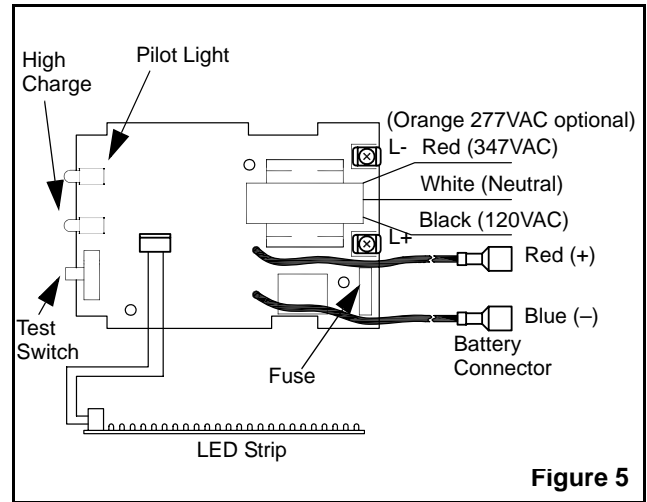

Figure 5
5. Make the proper connections: the unit accepts an input voltages of 120 and 347 VAC. **For 120VAC operations:** connect the black wire to AC line voltage (120VAC) and the white wire to neutral. **For 347VAC operations:** connect the red wire to AC line voltage (347VAC) and the white wire to neutral (see fig.5).
5. Effectuer les connexions nécessaires: l'unité accepte une tension de 120 et 347Vca. **Pour opération à 120Vca:** raccorder le fil noir au service de l'édficel-fil (120V) et le blanc au neutre. **Pour opération à 347Vca:** raccorder le fil rouge au service de l'édficel-fil (347V) et le blanc au neutre (voir fig.5). Pousser les fils dans la boîte de jonction.